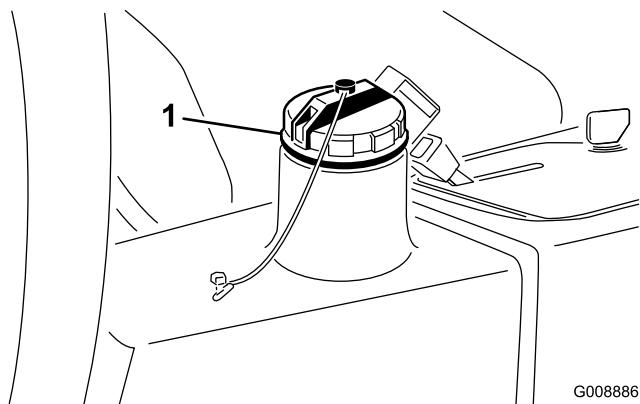

Figura 40
- Limpie la zona alrededor del cuello de llenado y el tapón del depósito hidráulico (Figura 40) y retire el tapón.